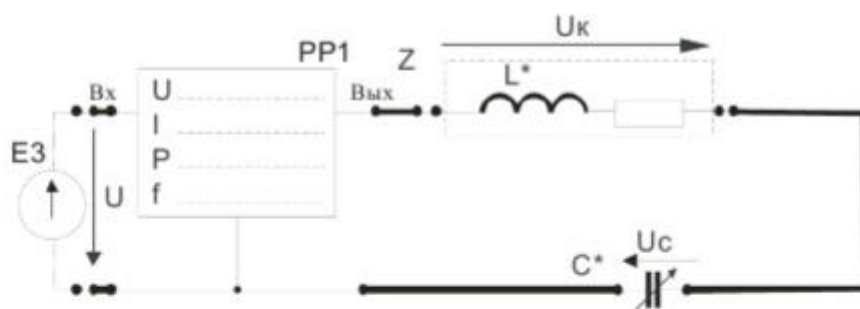

Рис. 2
2.4. Собрать электрическую цепь с последовательным соединением реальной катушки индуктивности L^* конденсатора C^* (рис. 2), используя элементы